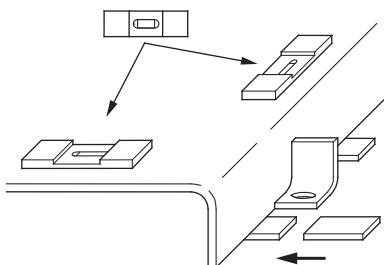

Afb. 5: Compensatieschijven op het oppervlak van het fundament
- Op elk schroefgat in het oppervlak van het fundament compensatieschijven (ca. 20-25 mm dik) leggen (zie afb. 5). U kunt ook nivelleerschroeven gebruiken (zie afb. 6).